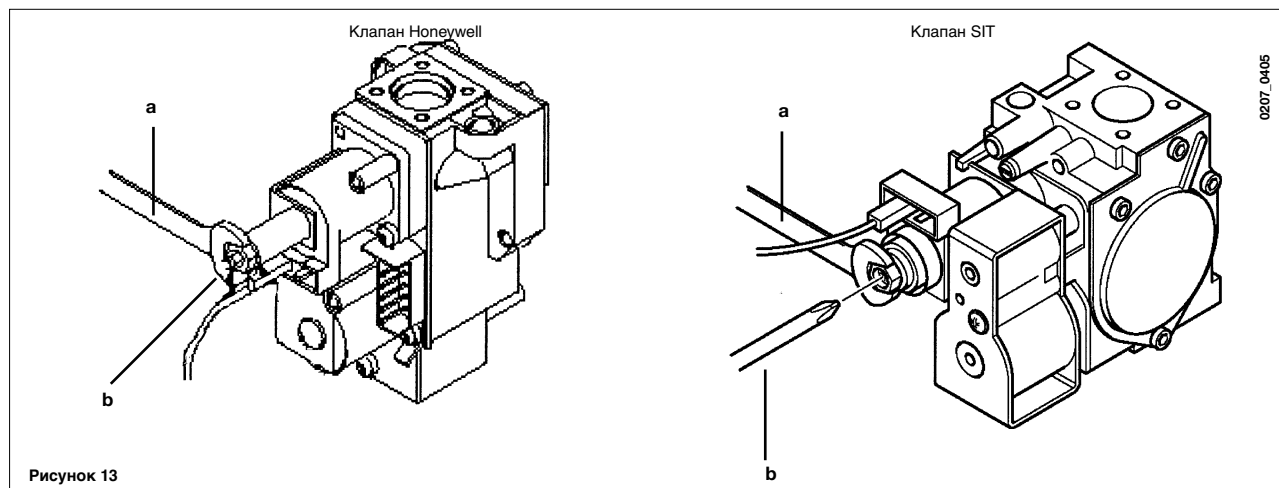

Рисунок 13
- Открыть газовый кран и повернуть ручку (1) в положение ЗИМА (❄️).
- Регулировать латунный винт (поз. а на рис. 13) так, чтобы получить давление, указанное в таблице 1.
- Отсоединить питающий кабель модулятора и развинчивать винт (поз. b на рис. 13) до достижения требуемого при пониженной мощности давления (см. таблицу 1).
Переключки в этом положении (см. рис. 13а):
Переключки в этом положении (см. рис. 13б):